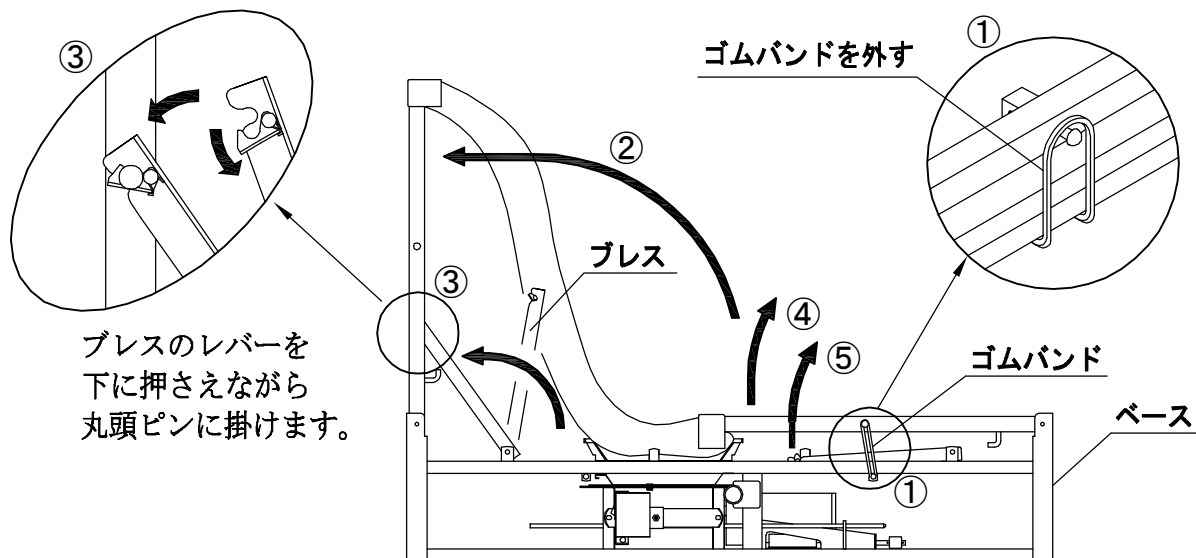

図2
(1) 柱、ブレスのセット
- ① 柱に掛かっているゴムバンドを外します。(4箇所) (図2-①参照)
- ② 柱を起し、ブレスを柱の丸頭ピンにセットします。(図2-②③参照)
- ③ 同様にして反対側の柱もセットします。(図2-④⑤参照)